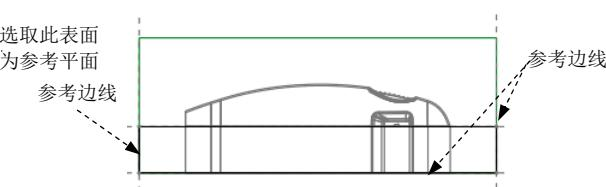

图 8.39 截面草图
(3) 绘制截面草图。进入草绘环境后，选取图 8.39 所示的坯料边线为参考；然后单击 关闭(C) 按钮，绘制图 8.39 所示的截面草图（为一矩形）；完成截面的绘制后，单击“草绘”操控板中的“确定”按钮 。